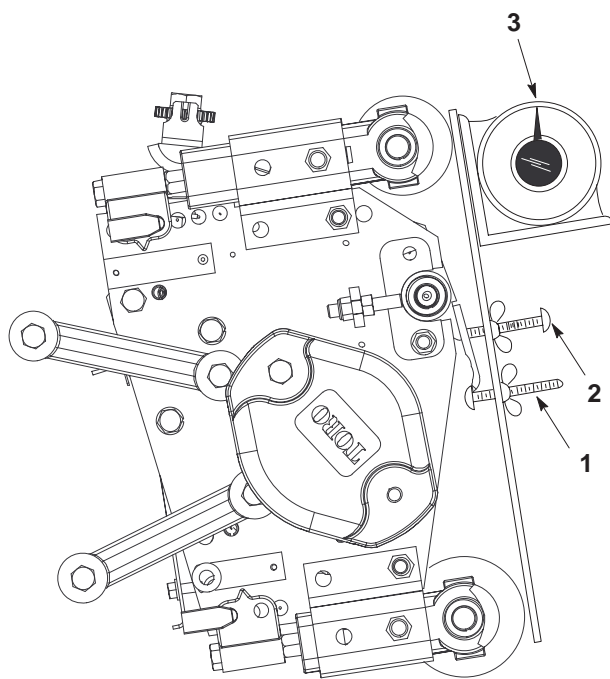

図 14
3. 前後のローラにゲージバーを渡しかける。この時、ゲージバーを前後のローラにぴったり接触させた状態で、第1のネジがベッドナイフにぴったり掛かるようにする(図14)。
5. ゲージバーに傾斜計 (P/N 99-3503) を当てて角度を測る(図14)。